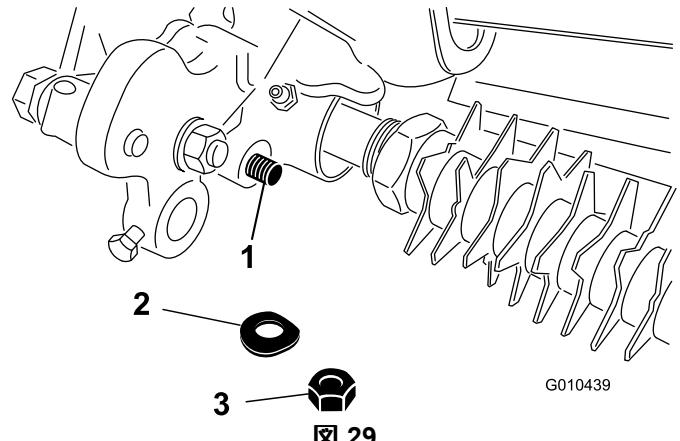

図 29
4. 刈高アーム・アセンブリのロッドの端部をグルーマ駆動アセンブリに固定しているロックナットとスプリングワッシャを外す図 29。